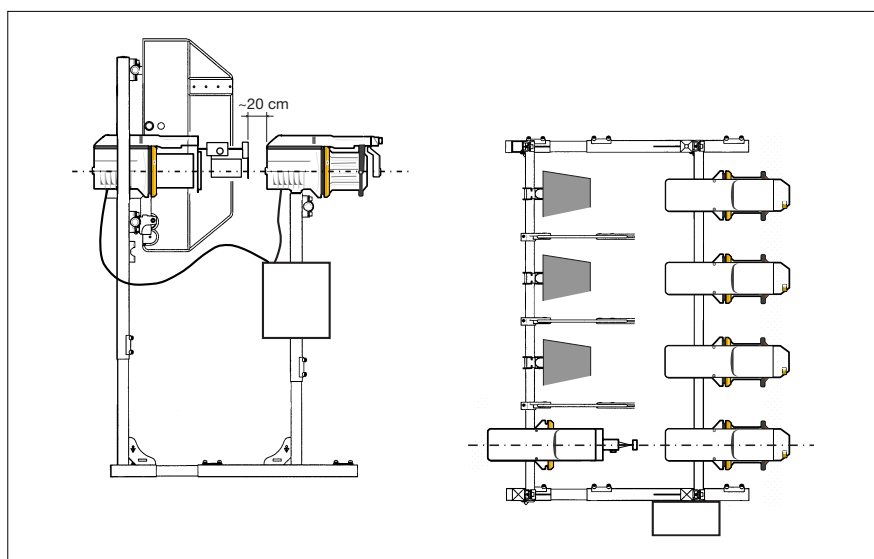

Bild 2
3. Montieren Sie das Low Twist mit Hilfe einer zweiten Klemme "A" auf dem Halter "B" und richten Sie es auf die Einlauföse des Schußfadenspeichers aus (Bild 2).